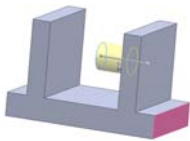

图 3-11 到离指定面指定的距离
- [到离指定面指定的距离]：从草图的基准面拉伸到离某面或曲面之特定距离处以生成特征如图 3-11 所示。